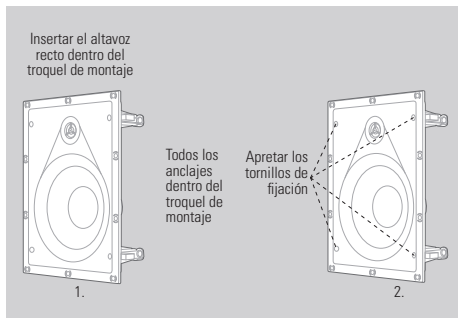

Figura 7
3. Inserta el altavoz en la abertura. Utiliza el destornillador para apretar los cuatro tornillos de la cara delantera del altavoz. Los soportes del altavoz se anclarán en el material de la pared. (Figura 7)